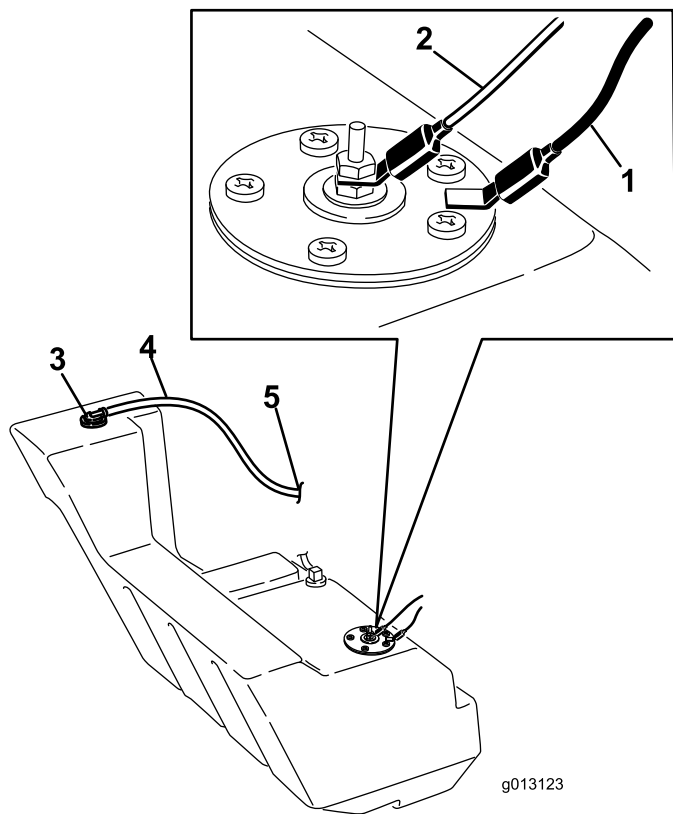

Figure 62
11. Débranchez les 2 fils reliés au côté droit du réservoir (Figure 62).
20. Sur le côté droit du réservoir, raccordez le fil orange à la borne centrale et le fil noir à la borne extérieure (Figure 62).